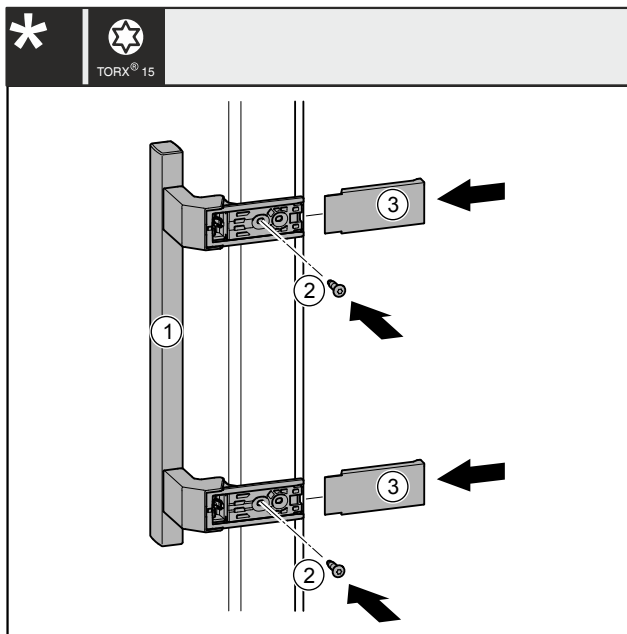

Fig. 42
- Applicare la maniglia Fig. 42 (1) sul lato opposto.
- Stringere le viti Fig. 42 (2) con un cacciavite.
- Applicare le coperture Fig. 42 (3) lateralmente e spingerle in sede, in modo che si innestino.